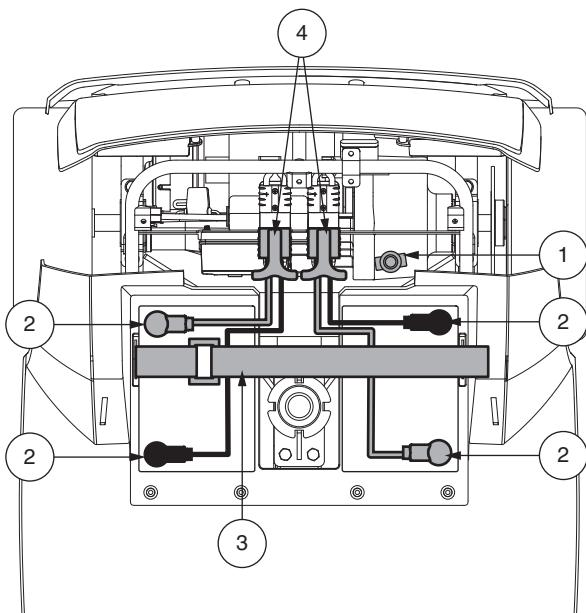

Figura 9. Terminali e connessioni per l'installazione/rimozione delle batterie
2. Scollegare il gruppo della batteria sollevandolo verso l'alto. Vedere figura 9.
3. Scollegare i cablaggi della batteria tirando la maniglia a forma di T sui connettori del cablaggio della batteria e tirandoli verso l'alto. Vedere figura 9.
6. Posizionare la batteria nuova nell'alloggiamento corrispondente. Rivolgere i poli della batteria di ciascuna batteria l'una di fronte all'altra e verso i lati esterni dello scooter. Vedere figura 9.